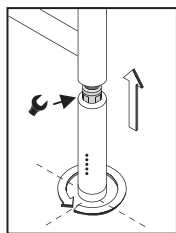

Рис.2
3.3. Вставьте нагревательный элемент в отверстие в нижней части коллектора и вкрутите по резьбе с помощью гаечного ключа (идет в комплекте) (рис. 2).